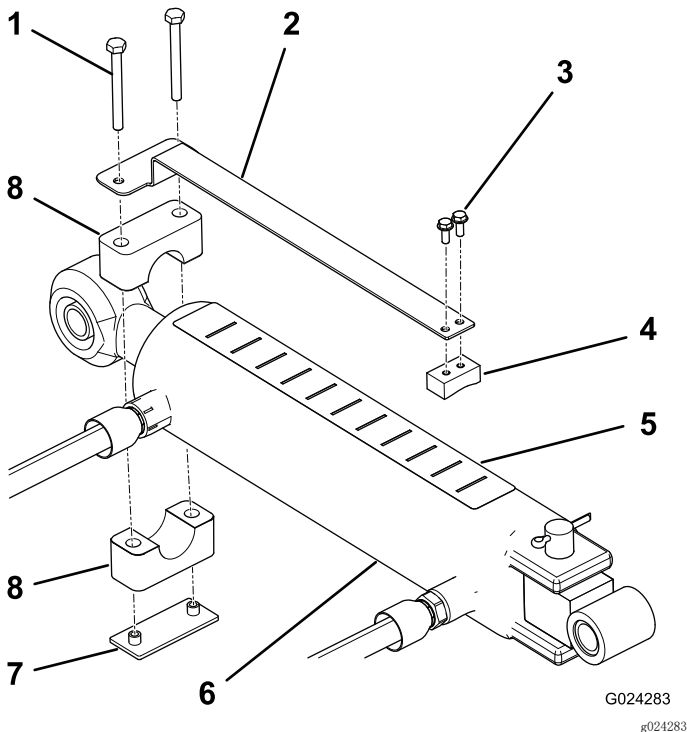

图8
1. 用 2 个机器螺丝（#10 x 1/2 英寸）将深度计安装到滑块的平面侧，并按照图8 所示调整组件位置。
2. 使用管夹、焊接板和 2 个螺丝（1/4 x 2 1/2 英寸），将深度计 loosely 安装到顶部连杆油缸的杆端（图8）。确保管夹保持足够的松动，使它们可旋转到所需的位置。
4. 将深度标贴粘贴到油缸顶部从操作位置能够看到的地方，且不会影响液压软管或其他障碍物（图8）。标贴带有“J”字母的一端应朝向打孔机。